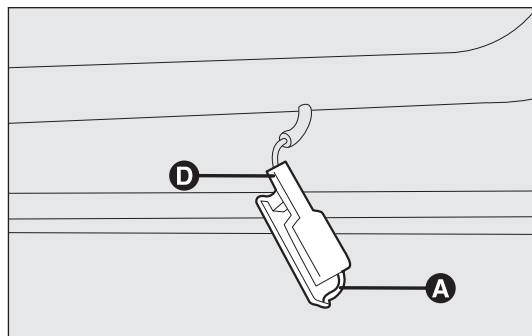

fig. 181
FEUX À RETARDEMENT fig. 181
- ☐ enlever le plafonnier en poussant sur le ressort A-fig. 181 ;
- remonter le plafonnier en l'engageant d'abord d'un côté D-fig. 181 et ensuite en poussant sur l'autre côté jusqu'à perception du déclic de blocage du ressort.